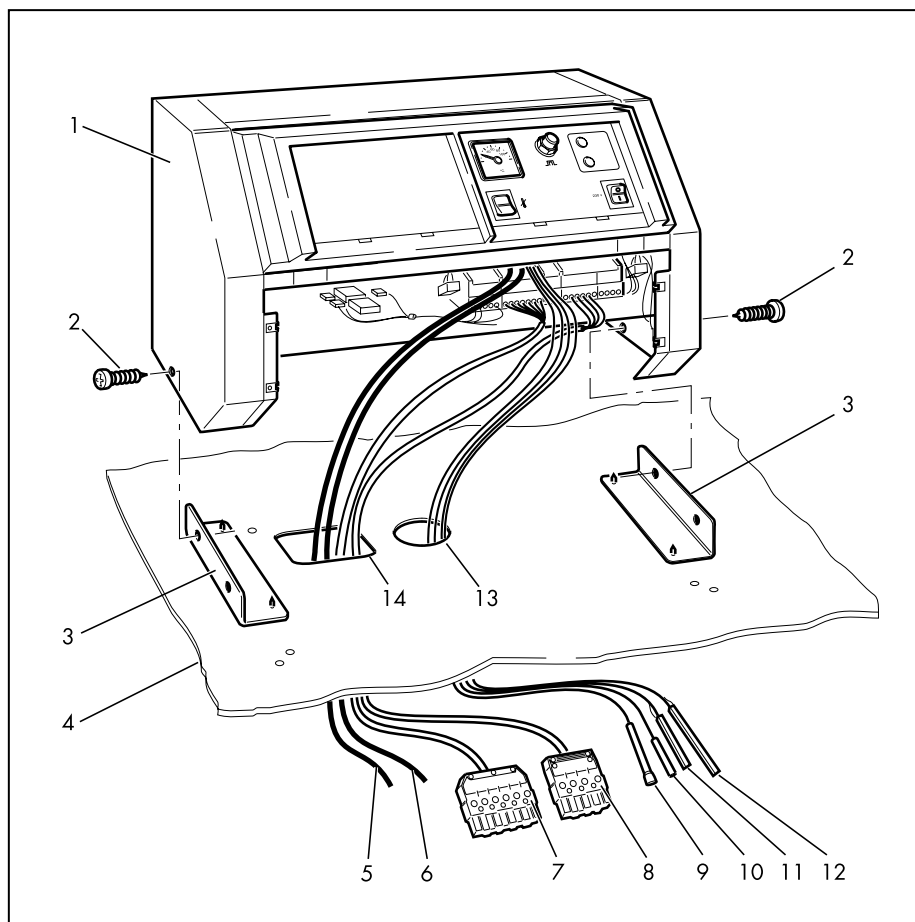

Рис. 2 Крепление пульта управления.
- круглый длинный электрический датчик температуры котла (поз. 10 Рис. 2)
- трехгранный короткий датчик внутреннего термостата (поз. 11 Рис. 2)
- трехгранный длинный датчик теплового предохранителя STB (поз. 12 Рис. 2).
Сетевой кабель (поз. 5) и присоединительный кабель отопительного насоса (поз. 6 Рис. 2) выведите сзади за облицовку котла. Присоединительные кабели 1-й степени (поз. 7) и 2-й степени (поз. 8 Рис. 2) под облицовкой котла выведите вперед.